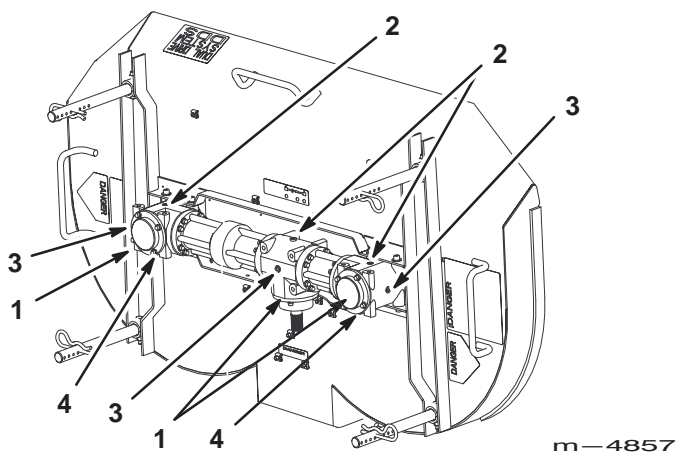

Bild 69
3. Entfernen Sie die Verschlusschraube an der Unterseite des Getriebes bei angehobenem Schneidwerk. Lassen Sie das Öl in ein Auffanggefäß ablaufen (Bild 69).
4. Drehen Sie die Verschlusschraube wieder in das Getriebe ein. Verwenden Sie bei Bedarf ein Gewindedichtmittel (Bild 69).
5. Entfernen Sie den Stöpsel oben auf dem Getriebe, um dieses zu befüllen (Bild 69).
7. Drehen Sie den Stöpsel wieder in das Getriebe (Bild 69).
3. Entfernen Sie den seitlichen Stöpsel aus dem Getriebe. Der Ölstand muss das seitliche Loch im Getriebe erreichen (Bild 69).
4. Füllen Sie bei Bedarf Automatik-Getriebeöl (Dexron® III oder gleichwertiges) in das Füllloch auf der Oberseite des Getriebes ein, bis Öl aus dem seitlichen Loch des Getriebes herausströmt. Das Getriebe ist voll, wenn Öl aus dem seitlichen Loch herausströmt (Bild 69).
5. Drehen Sie die oberen und seitlichen Stöpsel wieder in das Getriebe ein und verwenden dabei ein Dichtmittel (Bild 69).